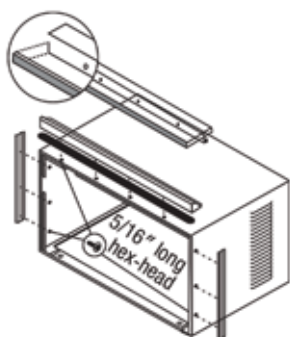

FIG. 8
2. Instale el ángulo superior y los retenedores laterales en el gabinete como se muestra en la Fig.8. (10 tornillos)